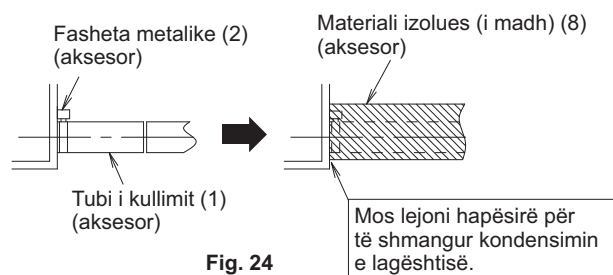
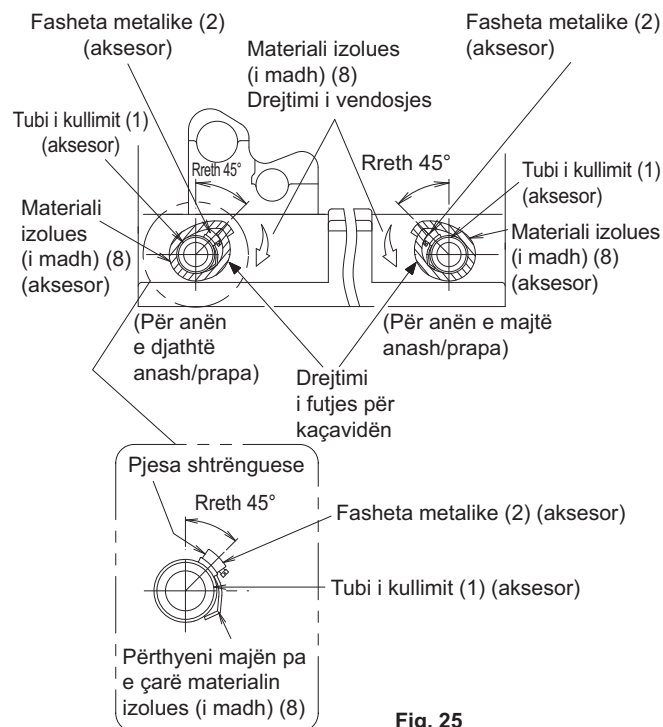

Fig. 24
Fig. 25
- Sigurohuni të përdorni tubin e kullimit (1) dhe fashetën metalike (2) të dërguar. Gjithashtu, futni tubin e kullimit (1) në daljen e vrimës së kullimit dhe shtrëngoni fort fashetën metalike (2) në daljen e vrimës së kullimit. (Shihni fig. 24 dhe fig. 25)
(Vendosni fashetën metalike (2) në mënyrë të tillë që pjesa shtrënguese e saj të jetë në këndin rreth 45° siç tregohet në fig. 25.)
- Përthyeri majën e fashetës metalike (2) në mënyrë të materiali izolues të mos çahet. (Shihni fig. 25)
- Kur kryeni izolimin, mbështillni materialin e madh izolues (i madh) (8) të dërguar, duke nisur nga baza e fashetës metalike (2) dhe tubit të kullimit (1) në drejtimin e shigjetës. (Shihni fig. 24 dhe fig. 25)